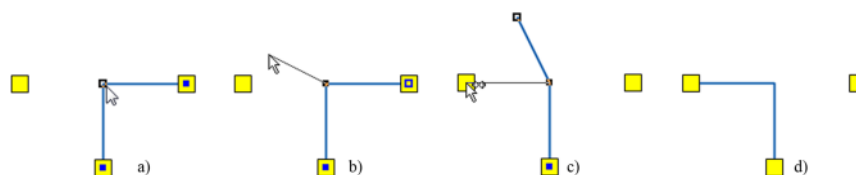

Рисунок 6.11. Перепривязка участка
2. Отметить щелчком перепривязываемый участок, щелкнув по нему левой кнопкой мыши. На отмеченном участке будет отмечены точки перелома (смотрите Рисунок 6.11, «Перепривязка участка»а);
4. Удерживая левую клавишу мыши и Shift отвести участок в сторону (смотрите Рисунок 6.11, «Перепривязка участка»б). Таким образом, мы отцепили участок от объекта;
5. Щелчком левой кнопкой мыши «ухватиться» за конечную точку участка. Не отпуская клавишу мыши и удерживая клавишу Ctrl на клавиатуре подвести конец участка к узлу привязки, при этом вид курсора изменится на следующий  (смотрите Рисунок 6.11, «Перепривязка участка»в);
6. Отпустить клавишу мыши для окончания перепривязки участка (смотрите Рисунок 6.11, «Перепривязка участка»г).